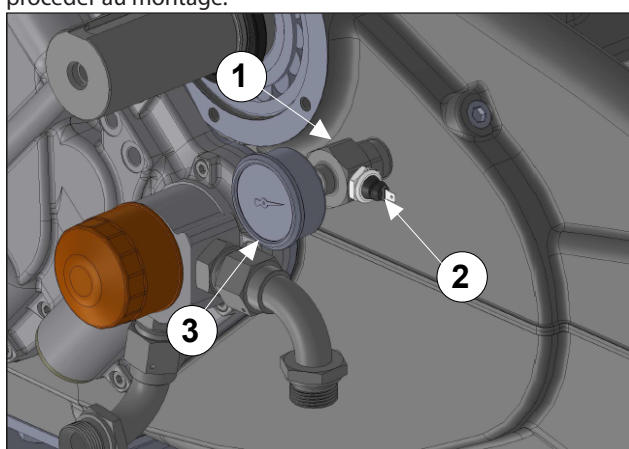

Fig. 133
Utiliser LOX-EAL de scellement des raccords 53-14 ou un produit similaire pour humidifier le raccord (rep. ①), le pressostat (rep. ②) et le manomètre (rep. ③) Fig. 133, puis procéder au montage.